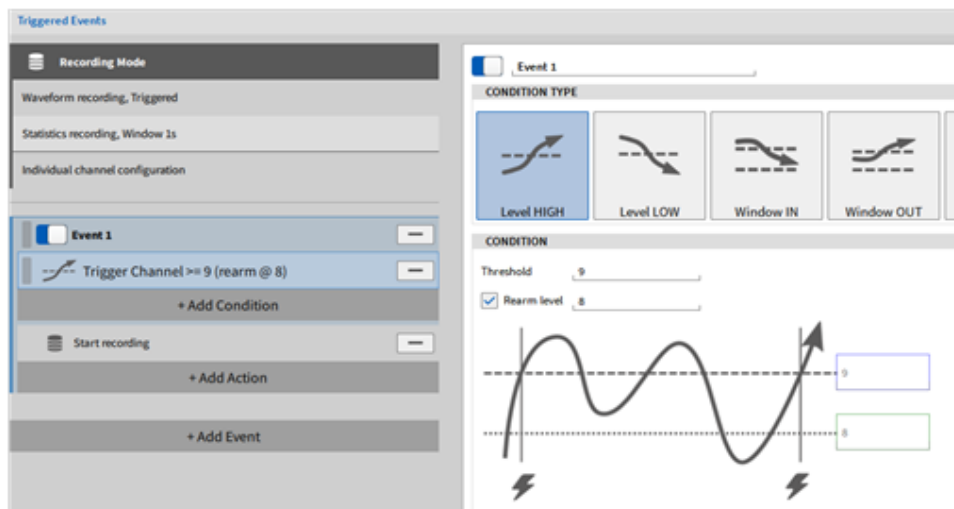
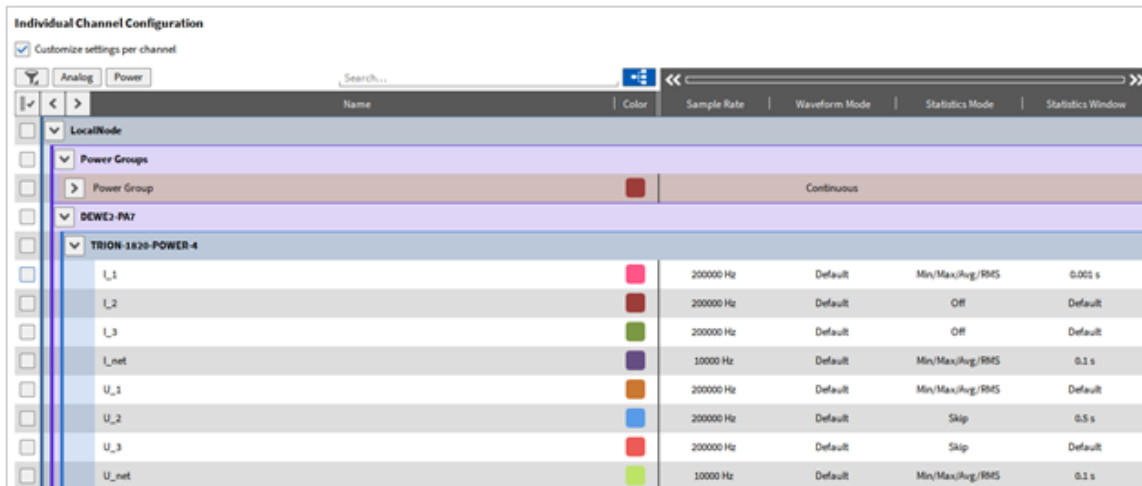

Abb. 9.49: Beispiel: Triggerereignisse - Einstellungen
Abb. 9.50: Beispiel: Individuelle Kanalkonfiguration - Einstellungen
Abb. 9.49 und Abb. 9.50 zeigen die Einstellungen. In diesem Beispiel wird gezeigt, wie die berechneten Power-Kanäle kontinuierlich gespeichert werden und die Rohdaten bzw. Zeitdaten nur im Falle eines Evens. Für die Zeitdaten wurden zudem unterschiedliche Sampleraten eingestellt (siehe *Individuelle Kanal-Samplerate*) und verschiedene Einstellungen für statistische Daten getroffen.
2. Die anderen Kanäle des TRION-1820-POWER-4 Moduls wurden auf *Default* gesetzt. Dies bedeutet, sie werden dann aufgezeichnet, wenn das Event eintritt. *Abb. 9.49* zeigt, dass die Aufzeichnung gestartet wird, wenn der Kanal Trigger über 9 V ansteigt. Ab diesem Zeitpunkt werden die Rohdaten bzw. Zeitdaten gespeichert mit einer Samplerate von 200 kHz bzw. 10 kHz für die Kanäle *I\_Netz* und *U\_Netz*.